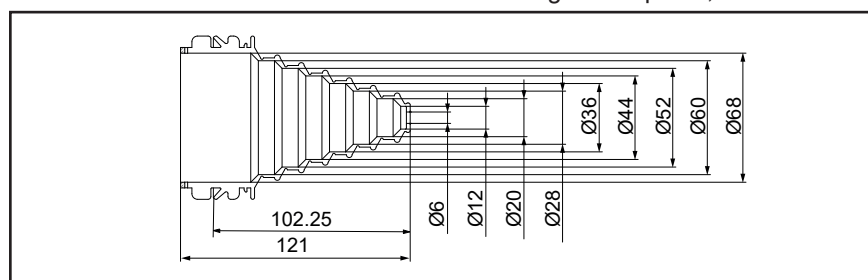

Bild 5.1 Montageausrichtung
- Schneiden Sie bei den benötigten Kabeleinführungen eine Öffnung, die dem Durchmesser der einzuführenden Leitungen entspricht, siehe Bild 5.1.